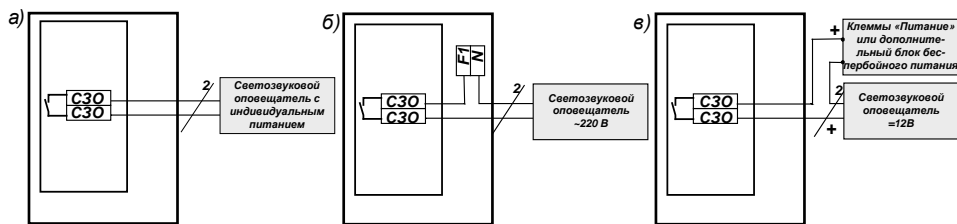

Рис.3
2.2.7 Завести и подключить к клеммной колодке «СЕТЬ» сетевой питающий кабель устройств смотри на Рис.3 РЭ.